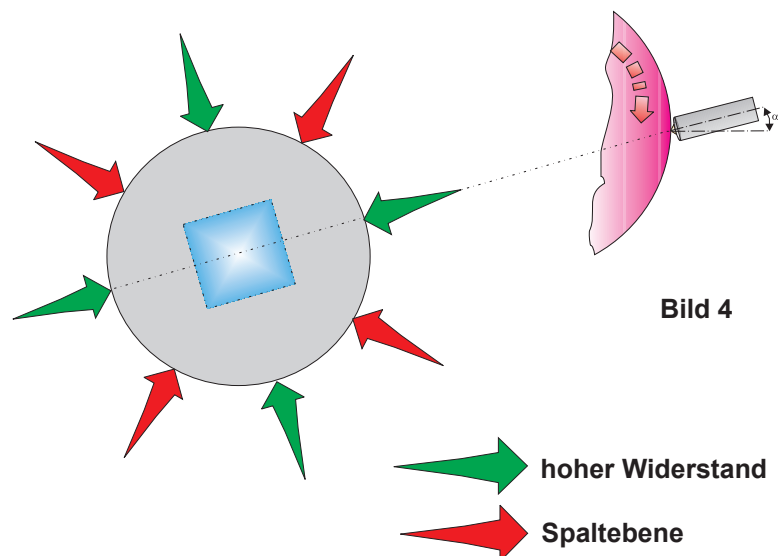

Bild 4
4. Man kann die Spaltebenen und die Kristallwuchsrichtung gezielt ausnützen (siehe nachstehendes Bild) und so die Lebensdauer eines Einkorndiamanten um 30% verbessern. Leider wird dies in der Praxis zu wenig beachtet. (Bild 4)